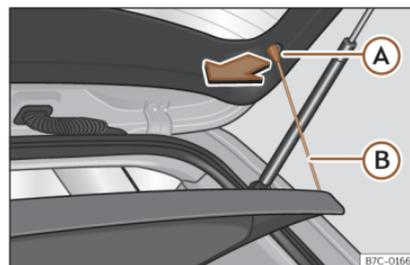

Fig. 111 Nel bagagliaio: smontare e montare il ripiano.
- Sganciare i tiranti di sostegno >>> fig. 111 (B) dagli alloggiamenti (A).
»» **fig. 111** **B** nel portellone posteriore.